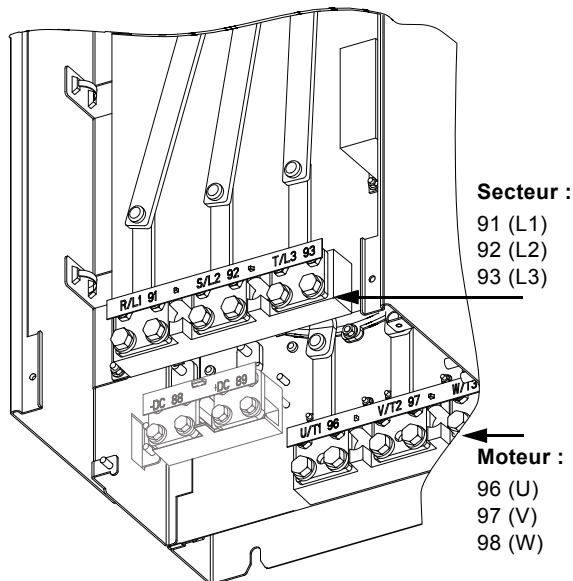

Fig. 15 Branchements secteur et moteur
2. Brancher les conducteurs moteur aux bornes 96 (U), 97 (V), 98 (W). Voir fig. 15.
2. Brancher les conducteurs secteur aux bornes 91 (L1), 92 (L2), 93 (L3). Voir fig. 15.